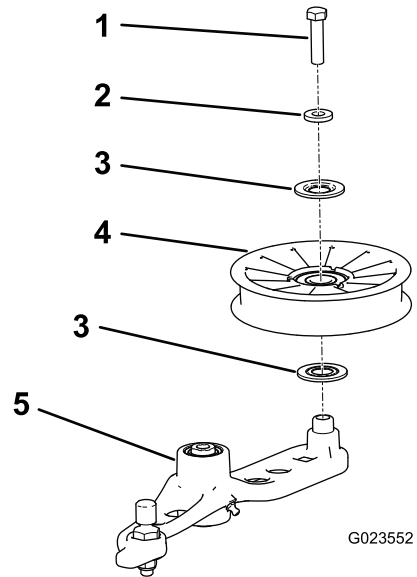

Figura 59
- Retire el perno que sujeta la polea tensora antigua al brazo tensor, e instale una polea nueva (Figura 59).